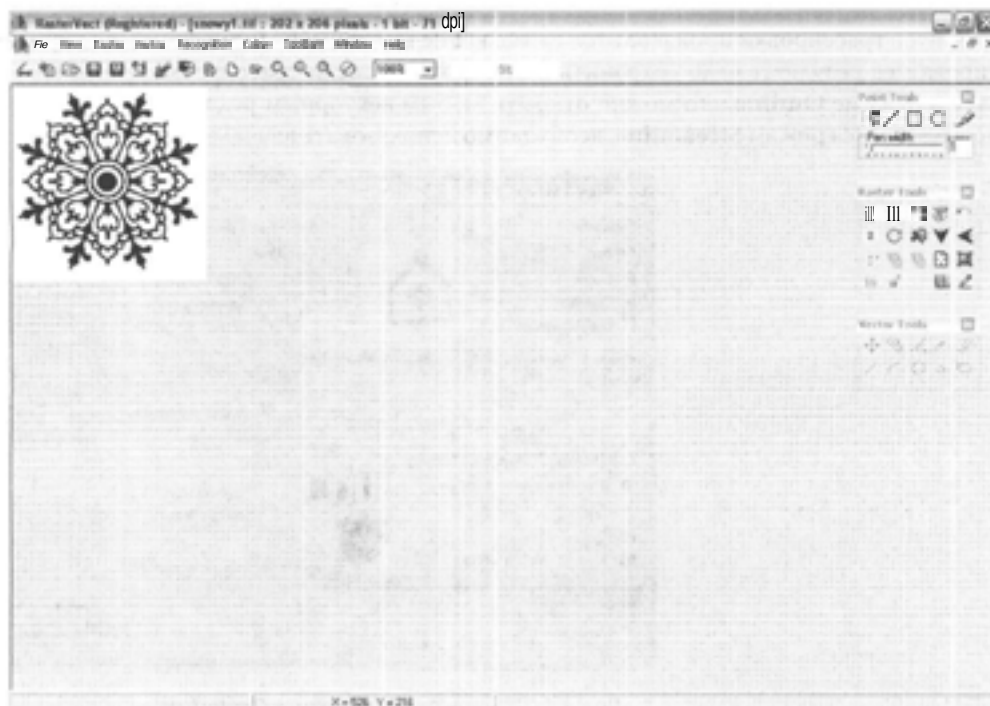

Рис. 4.28. Окно программы **RasterVect**
**RasterVect** достаточно универсальна, она может сохранять результаты векторизации в форматах EPS, AI, WMF, EMF, DXF. Интерфейс программы довольно прост (рис. 4.28).